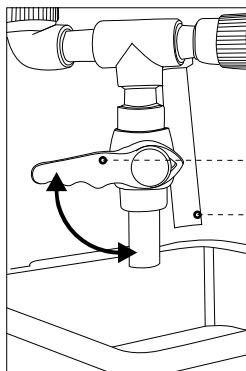

Рис.5 Спуск воды из емкости
- Подложить емкость для конденсата под элементы спуска воды, расположенные под корпусом витрины Рис.5 (стр.26)